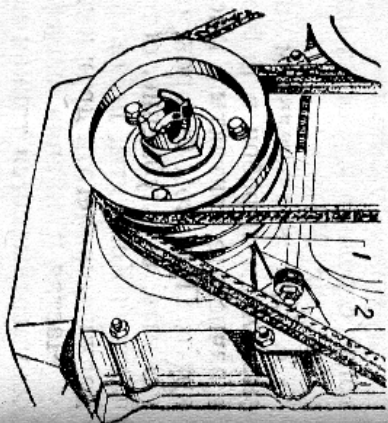

Рис. 35. Установка коленчатого вала в положение в. м. т. 1—метка, 2—указатель.
6. Для проверки правильности установки зажигания присоедините контрольную лампочку одним проводом к массе автомобиля, другим к клемме низкого напряжения на распределителе зажигания. Поверните коленчатый вал в положение, близкое к концу сжатия в первом цилиндре. Контрольная лампочка должна загораться когда середина метки на шкиве не дойдет до указателя в. м. т. на 6 мм (рис. 35).
- 3) осторожно поворачивайте коленчатый вал и остановите вращение, когда середина метки 1 на шкиве коленчатого вала остановится против острия указателя 2, установленного на крышке шестерен распределителя (рис. 35).